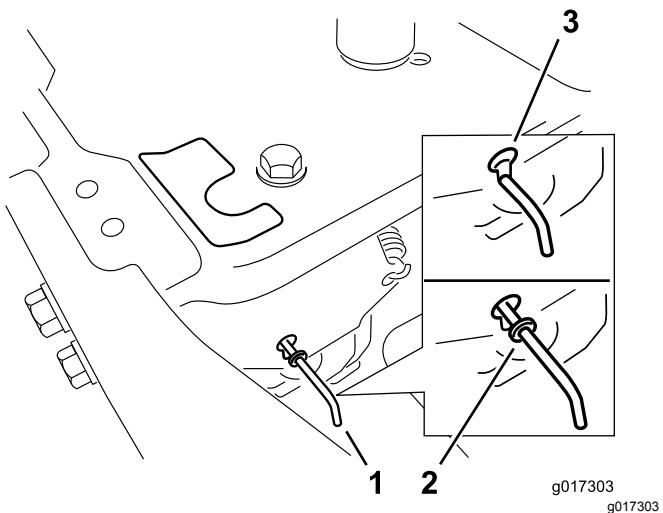

Рисунок 32
- Вытяните рычаги перепускных клапанов вперед через профилированные отверстия и опустите вниз, чтобы зафиксировать их на месте (Рисунок 32).
Переместите рычаги перепускных клапанов назад через профилированные отверстия и опустите вниз, чтобы зафиксировать их на месте, как показано на Рисунок 32.